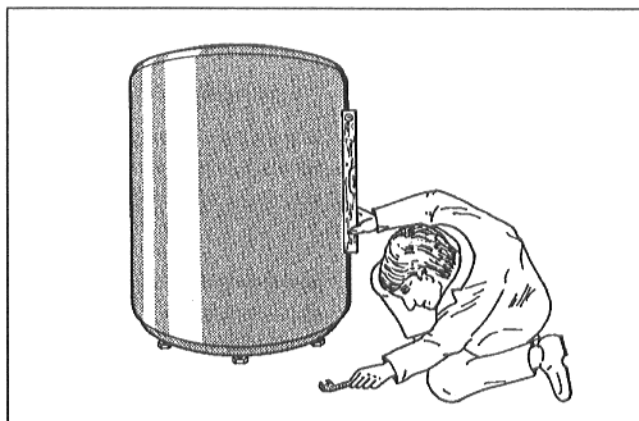

Рис. 6 – Принципиальное изображение
- Выравнивать положение накопительного бойлера горячей воды по вертикали посредством регулировки винтовых опор (Рис. 6).